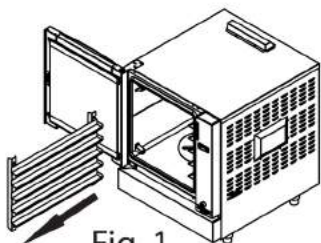

Fig. 1
O Conj. das Esteiras Esquerdo (item 60 - lista de componentes) é de fácil remoção apenas por encaixe (Fig.1). Para remover o Conj. das Esteiras Direito (item 52 - lista de componentes), retire o Parafuso Suporte Direito (item 67 - lista de componentes), utilizando uma Chave Fenda - Ponta Chata 1/4" x 6", e desencaixe o conjunto da mesma forma que o modelo esquerdo. (Fig.2).